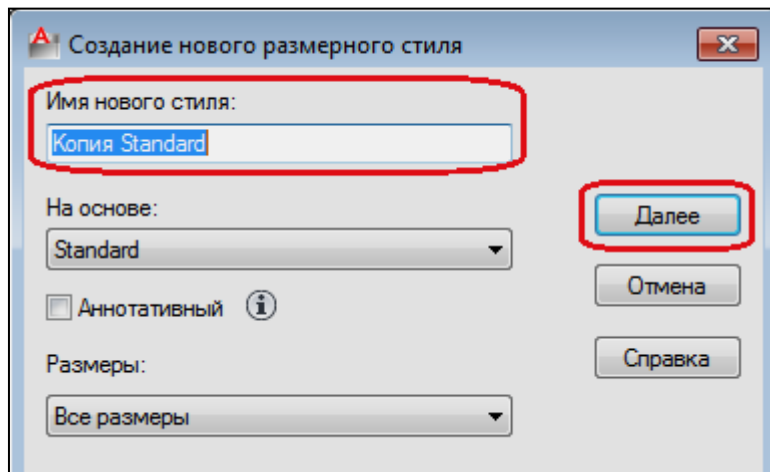

Рисунок 2
– Панель " Диспетчер размерных стилей " – кнопка «Новый» => панель "Создание нового размерного стиля " (рис. 2).